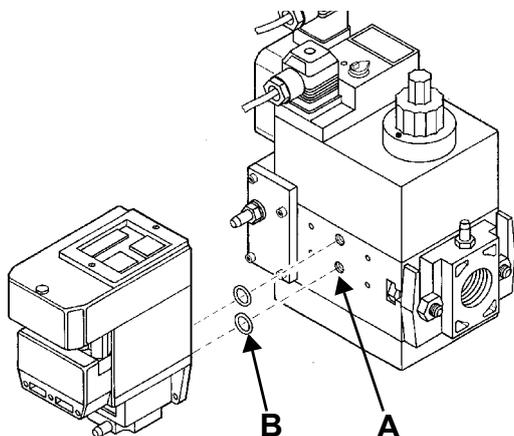
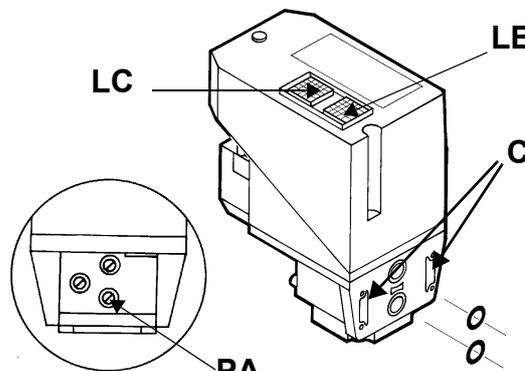

Рис. 17
Рис. 18
- 3). снять крепежные винты группы Multibloc (Рис. 17-А)
- 4). вставить уплотнительные кольца (10,5x2,25) в VPS 504 (Рис. 18-В, Рис. 17-В)
- 5). закрутить 4 винта блока контроля герметичности (М4х16) Рис. 17-С.
Для проверки работы, подсоедините манометр к штуцеру для отбора давления PA (Рис. 18). Если проверка завершилась положительно, через несколько секунд загорается жёлтая лампочка LC (желтая). В противном случае загорается красная лампочка блокировки LB. (красная). Чтобы перезапустить горелку, необходимо разблокировать блок управления нажатием на светящуюся кнопку LB.